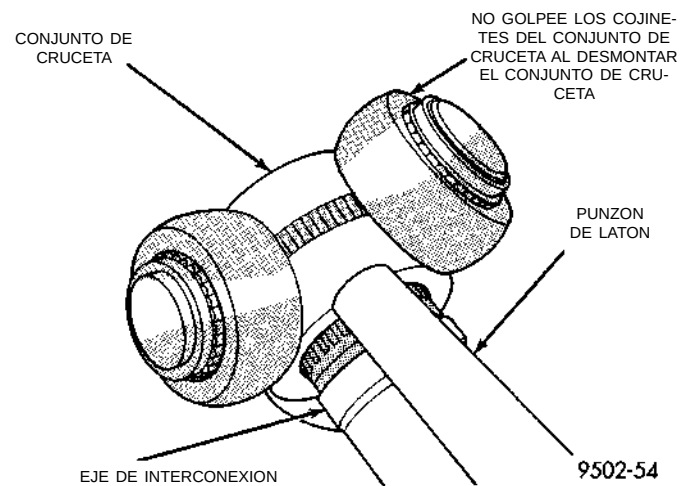
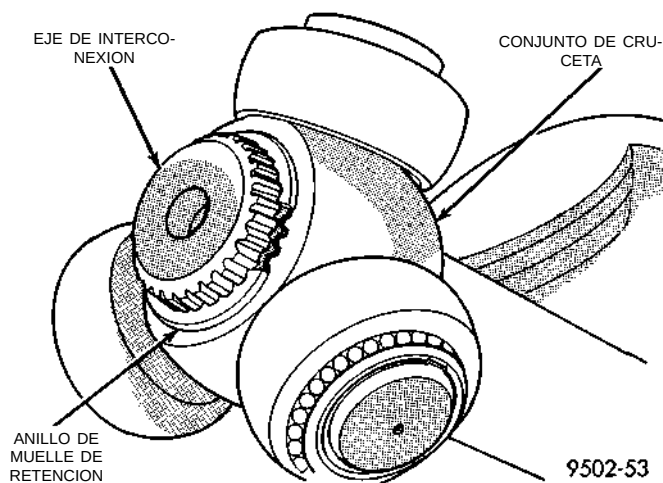

Fig. 29 Desmontaje del conjunto de cruceta del eje de interconexión
Fig. 28 Anillo de muelle de retención del conjunto de cruceta
(4) Retire el anillo de muelle que sujeta el conjunto de cruceta al eje de interconexión (Fig. 28). Luego retire el conjunto de cruceta del eje de interconexión. Si el conjunto de cruceta no se extrae manualmente del eje de interconexión, se puede retirar dando pequeños golpes al conjunto de cruceta con un punzón de latón (Fig. 29). **No golpee los cojinetes externos de la articulación de tipo Tripod cuando intente retirar el conjunto de cruceta del eje de interconexión.**
(5) Deslice la funda fuelle fuera del eje de interconexión.
(6) Limpie e inspeccione por completo el conjunto de cruceta, el cuerpo de articulación tipo Tripod y el eje de interconexión para detectar señales de desgaste excesivo. **Si alguna pieza muestra señales de desgaste excesivo, será necesario reemplazar el conjunto del eje de transmisión. Las piezas componentes de estos conjuntos del eje de transmisión no son reparables.**